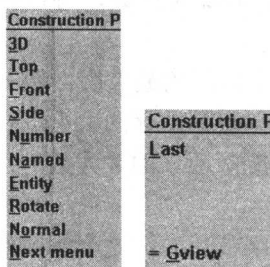

图 1.20
- Cplane: 用于绘图平面的设定。单击此命令后将打开 Construction Plane (构图平面) 菜单, 从中可以对当前绘制图形所在的绘图平面进行设定, 如图 1.20 所示。